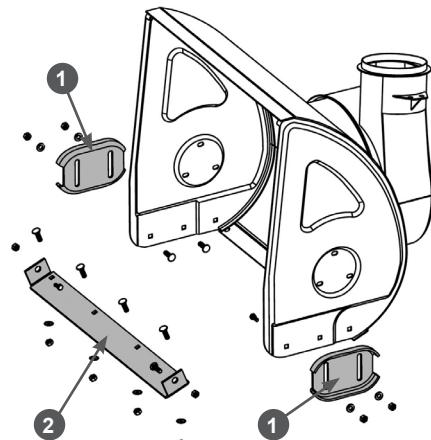

Рис. 42. Обслуживание кожуха шнеков
- Открутите гайки, извлеките болты крепления полозков 1 (Рис. 42) и снимите полозки с кожуха шнеков.
- Переверните полозки на 180 градусов или установите новые полозки и закрепите их четырьмя болтами и гайками (Рис. 42). Перед окончательной затяжкой гаек отрегулируйте высоту забора снега.
Для наглядности на Рис. 42 кожух шнеков показан без шнеков, редуктора и валов.
- Открутите гайки, извлеките болты крепления и снимите нижнюю накладку 2 с кожуха шнеков (Рис. 42).
- Установите новую нижнюю накладку и закрепите ее болтами и гайками (Рис. 42).